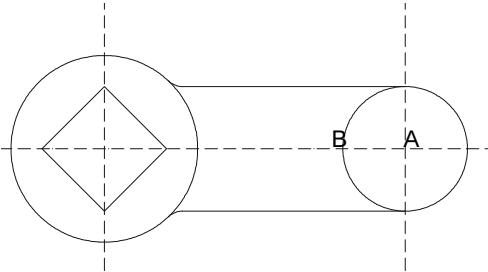

图 4-1-5
(3) 使用 MIRROR 命令镜像复制扳手手柄下方线条, 如图 4-1-5 所示。其具体操作如下:
指定镜像线的第一点：捕捉 A 点，如图 4-1-5 所示